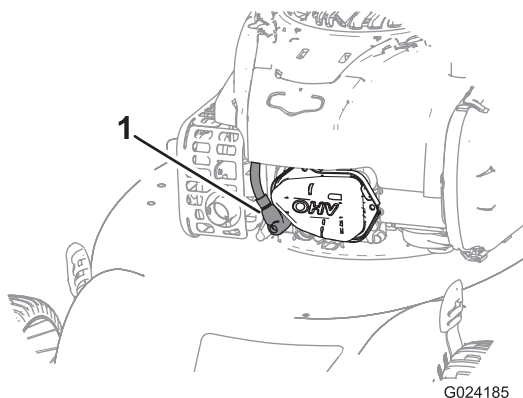

Figura 14
2. Staccate il cappellotto dalla candela (Figura 14) prima di eseguire interventi di manutenzione.